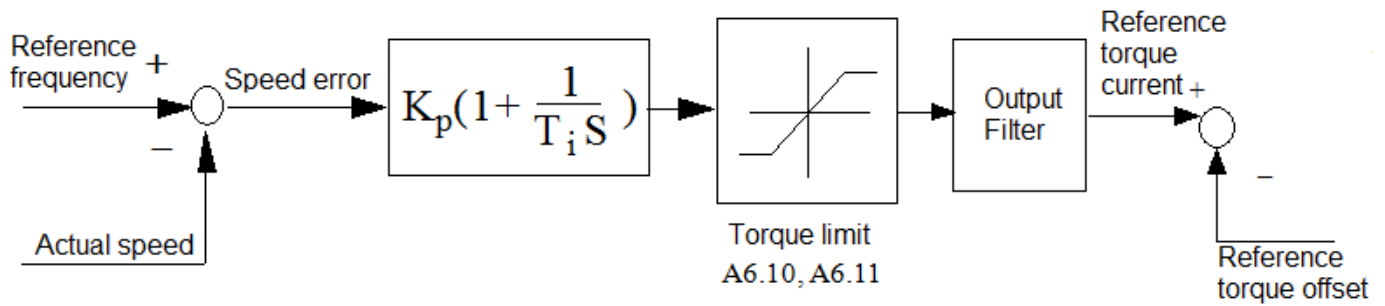

Рис. 6-13 Регулятор скорости
1. Схематично регулятор скорости (ASR) изображен на рис. 6-13. На рисунке K_p - пропорционально усилению P, T_I - интеграл времени I. Когда время интегрирования установлено на 0 ($A5.02 = 0$, $A5.05 =$